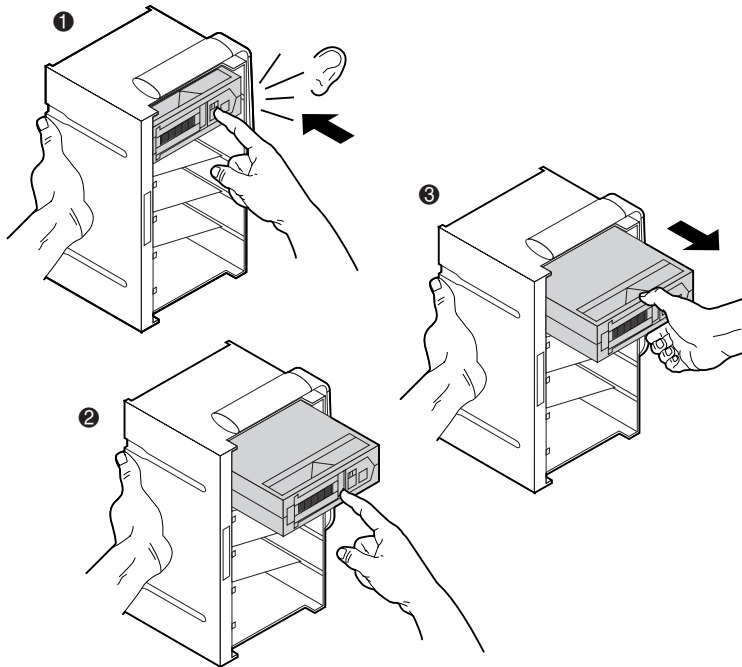

Abbildung 2-15: Entnehmen einer Bandkassette (Magazin für sechs Kassetten)
1. Drücken Sie gegen die Bandkassette, bis diese hörbar ausrastet (❶ Abbildung 2-15).
2. Lassen Sie die Bandkassette auswerfen (❷ Abbildung 2-15).
3. Entnehmen Sie die Kassette (❸ Abbildung 2-15).